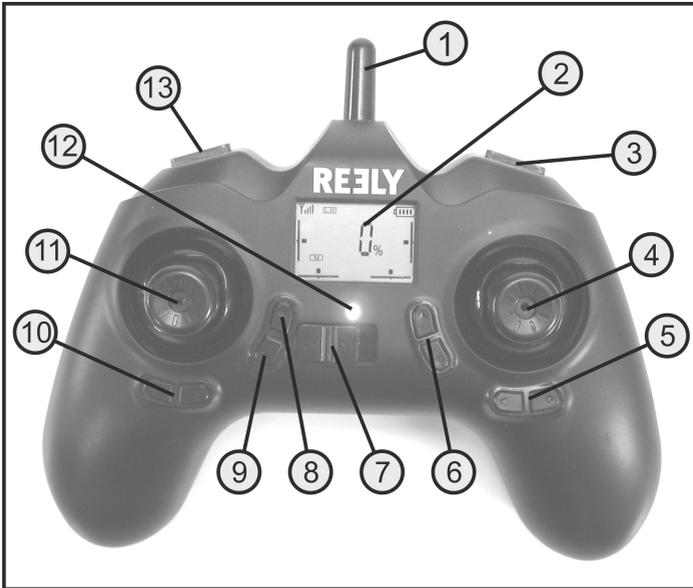

Figure 1
Pour ce faire, faites glisser le commutateur Marche/Arrêt (voir également figure 1, pos. 7) de la position d'« ARRÊT » à droite vers la position de « MARCHE » à droite.
L'émetteur émet un court signal sonore et l'affichage LED (voir également figure 1, pos. 12) commence à clignoter lentement. En même temps, tous les éléments d'affichage sont représentés à l'écran.
Déplacez le levier de commande des fonctions de Pas et Arrière (voir également la figure 1, pos. 11) vers la position la plus élevée. L'émetteur émet de nouveau un signal et le voyant à diode LED clignote alors rapidement.